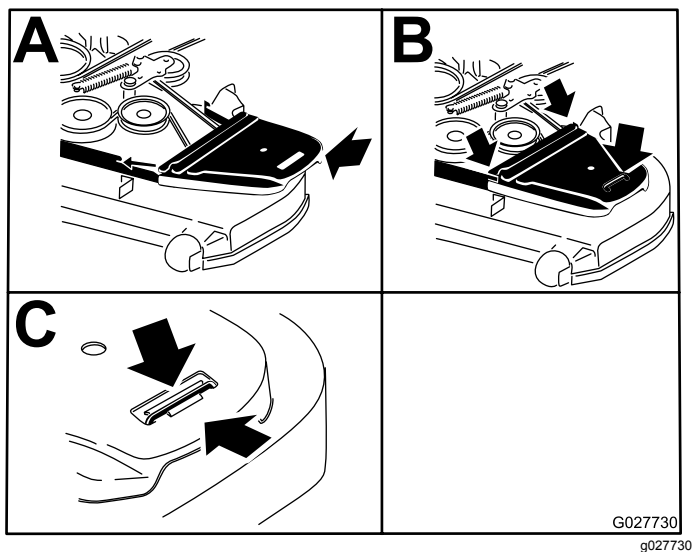

Figura 87
14. Coloque as coberturas da correia e os parafusos presos a elas (Figura 87).